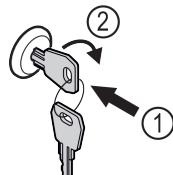

Fig. 160 Ενδεικτική απεικόνιση
- Πιέστε μέσα το κλειδί Fig. 160 (1).
- Περιστρέψτε το κλειδί 90° αριστερόστροφα Fig. 160 (2).
- Περιστρέψτε το κλειδί 90° δεξιόστροφα Fig. 160 (2).